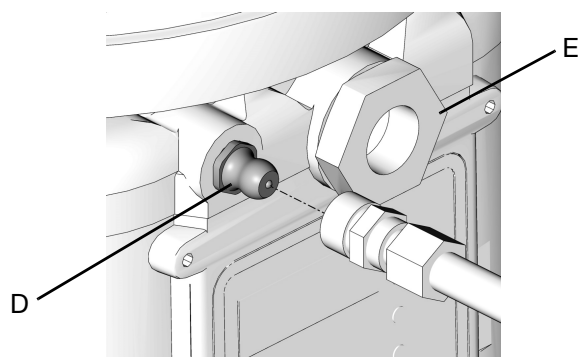

FIG. 23
1. Brancher le flexible de remplissage au raccord de l'embout de graissage d'entrée de remplissage (D) (FIG. 23).
1. Brancher le flexible de remplissage au raccord d'entrée (D) (FIG. 23).